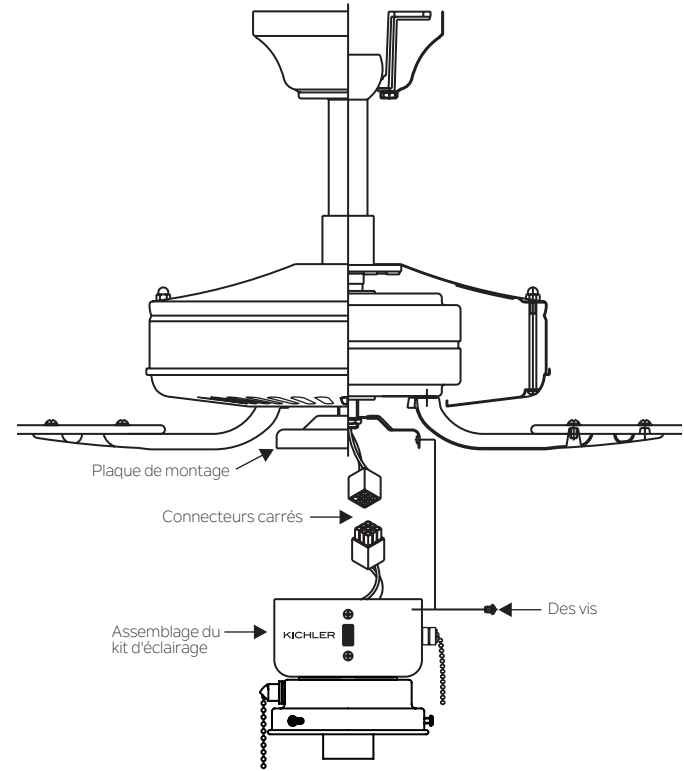

Fig.2
4. Soulevez et maintenez le kit d'éclairage près de la plaque de montage le ventilateur de plafond. Poussez les connecteurs à fils carrés ensemble. (Fig.2)
5. Repoussez soigneusement tous les fils dans le boîtier de l'interrupteur, puis installez le kit d'éclairage sur la plaque de montage à l'aide des 3 vis fournies. Assurez-vous de serrer toutes les vis. (Fig.2)